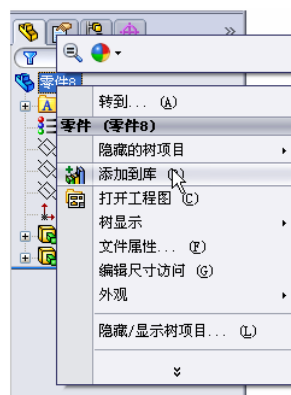

图 9-194 选择“添加到库”命令
⑨ 将零件文件保存，然后，在操作界面左边成型工具零件的“FeatureMannger 设计树”中，右击零件名称，在弹出的快捷菜单中选择“添加到库”命令，如图 9-194 所示，